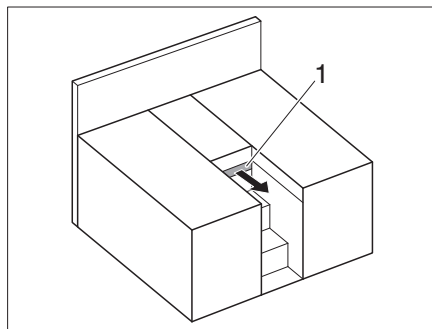

Fig. 172 Letti singoli
- Estrarre l'elemento estraibile (Fig. 172,1).